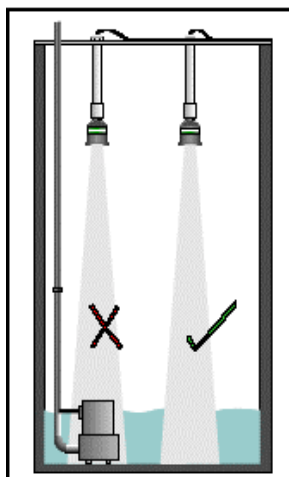

FIGURE 4
- יש להימנע מלהתקין את הגשש מעל מקורות הפרעה כגון: צינור מילוי, משאבה, סולם, חיזוקים על הדפנות וכו', על מנת לאפשר קריאה ברורה (ראה Fig.4). חשוב להקפיד על מרחק של 30 ס"מ מהדופן הפנימית לכל 3 מ' גובה.